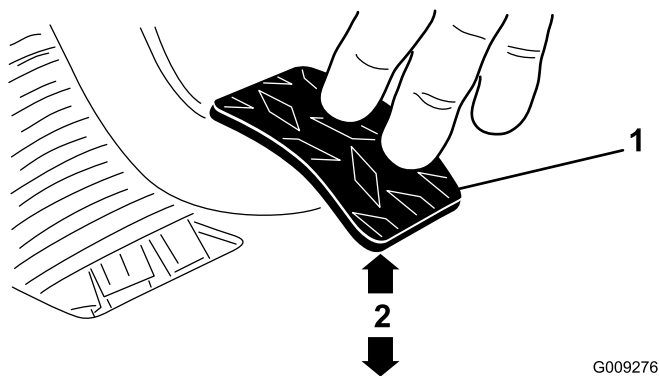

Figura 74
3. Ajuste las contratuercas o la articulación esférica hasta que el borde trasero del pedal del embrague esté a  $9,5 \pm 0,3$  cm del borde superior de la chapa de suelo con dibujo a rombos al aplicar una fuerza de 1,8 kg al pedal (Figura 74).